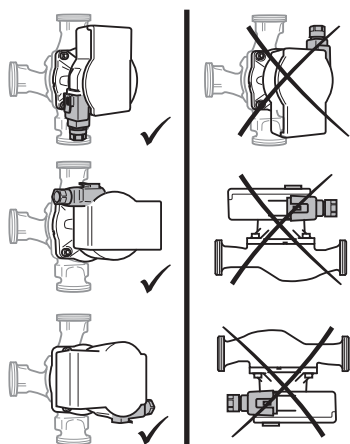

Fig. 2: Montāžas stāvoklis
- Izvēlieties atļautajam montāžas stāvoklim atbilstošu montāžas vietu (Fig. 2).
- Ievērojiet norādi par sūkņa atļauto montāžas stāvokli (Fig. 2), nepieciešamības gadījumā pagrieziet motora galvu (2+6).
**UZMANĪBU! Noplūdes ūdens var izraisīt vadības moduļa bojājumu! Augšējo slēgvārstu novietojiet sāniski, lai uz vadības moduļa (6) nepilētu noplūdes ūdens.**
- Turiet motora galvu (2+6) un izskrūvējiet 4 korpusa skrūves (5).
- Ņemiet vērā norādi par atļauto montāžas stāvokli (Fig. 2) un plūsmas virziena bultiņu uz sūkņa korpusa (1).
- Pieskrūvējiet 4 korpusa skrūves (5).